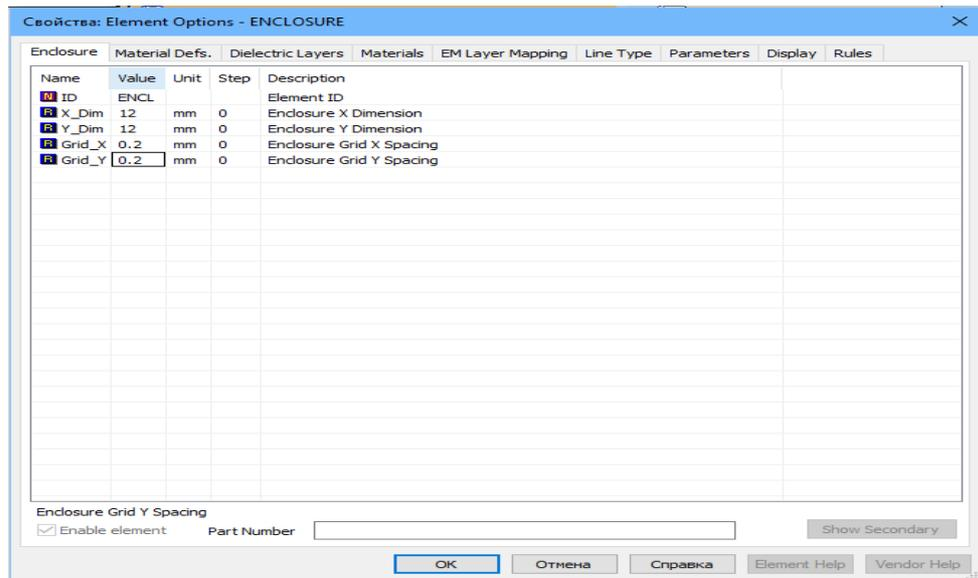

Рисунок 2.2 – Задание размеров корпуса сетки деления по координатам
1. Слева, в окне «**Project**» найдите вкладку «**EM Structures**», откройте, находящуюся под ней «**Interdigital Filter**» и нажмите два раза на «**Enclosure**» в дереве проекта. Появляется диалог информации о подложке (Рисунок 2.2).
2. В **Value** (размеры корпуса), впечатайте «**12**» в X_Dim (размер по оси X), напечатайте «**0.1**» в Grid_X (количество разбиений по оси X), напечатайте «**12**» в Y-Dim, и «**0.1**» в Grid_Y. (Рисунок 2.2)